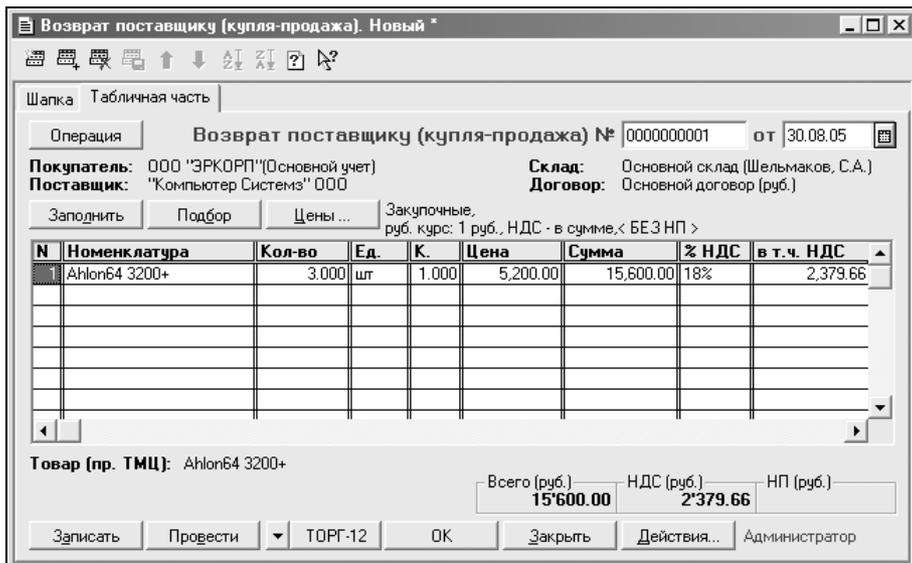

Рис. 6.53. Диалоговое окно **Возврат поставщику (купля-продажа)**.
1. В диалоговом окне **Возврат поставщику (купля-продажа)** на вкладке **Табличная часть** (рис. 6.53) выполните следующее.
По выбору кнопки **ТОРГ-12** (см. рис. 6.53) формируется унифицированная форма № ТОРГ-12, утвержденная постановлением Госкомстата России